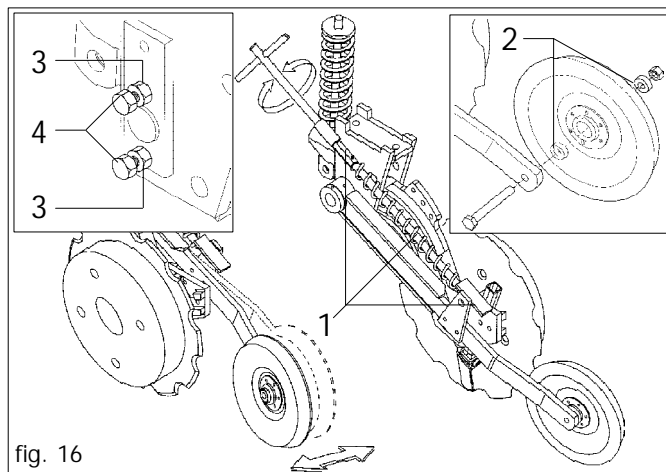

fig. 16
perciò la sua pressione va regolata con cura. Si può intervenire sulla funzionalità della ruota (fig. 16):
**Regolare periodicamente l'eventuale gioco della ruota copriseme posteriore eseguendo le seguenti operazioni (fig. 16):**
- C) allentare i controdadi (3);
D) serrare con cautela le viti (4) verificando il gioco della ruota copriseme posteriore;
E) serrare i controdadi (3) precedentemente allentati.